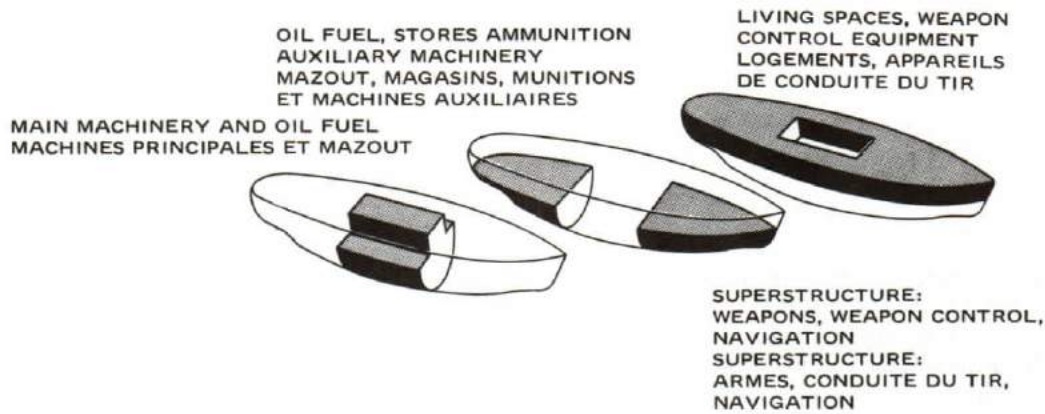

Figure 6-10
16. The allocation of compartments in a ship varies with the class of ship, but it does follow fairly general rules. Figure 6-10 shows how a normal ship is divided.
16. Le nombre de compartiments dans un navire varie selon le genre de bâtiment, mais il suit néanmoins des règles assez générales. La figure 6-10 montre le cloisonnement habituel d'un navire.